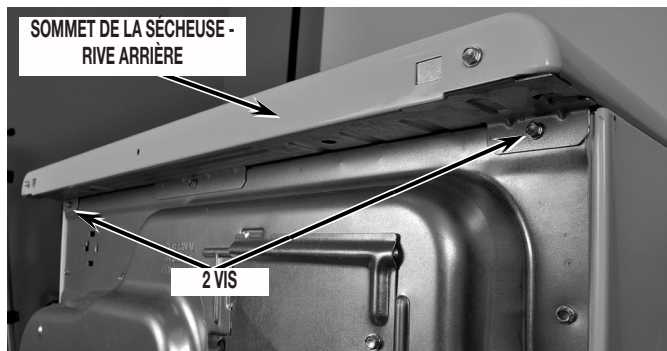

FIGURE 1
1. Ôter le sommet de la sècheuse : ôter les deux (2) vis de fixation à l'arrière de la sècheuse. Voir la Figure 1.